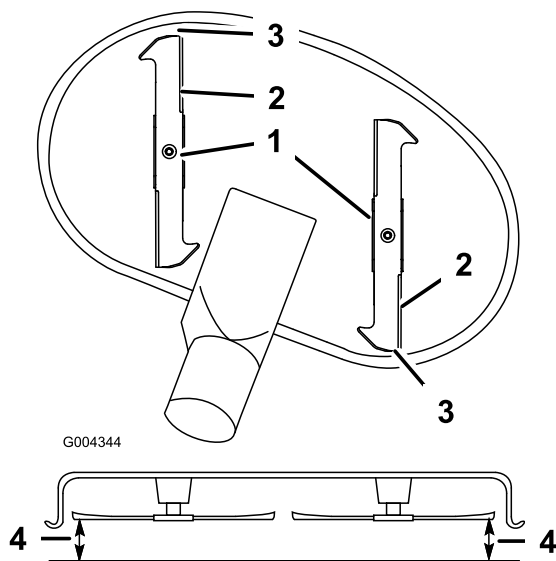

Figure 56
9. Réglez la hauteur de coupe à la position **D** (76 mm) et tournez les lames avec précaution dans le sens longitudinal (Figure 56).
10. Mesurez la distance entre la pointe de la lame avant et la pointe de la lame arrière par rapport à la surface plane (Figure 56). Si la pointe avant de la lame n'est pas de 1,6 à 7,9 mm plus basse que la pointe arrière, réglez les contre-écrous avant.